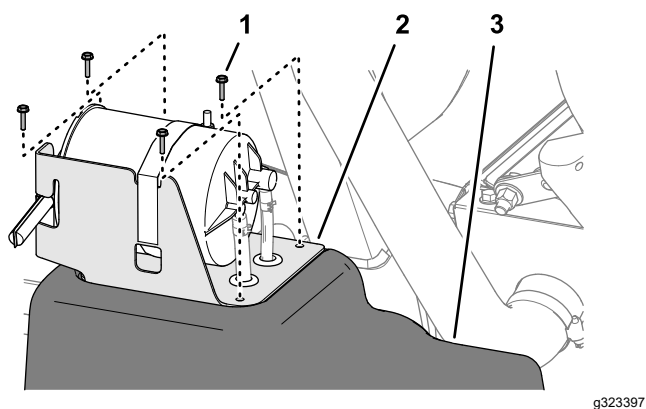

Figura 87
5. Aliniați orificiile din consola recipientului din carbon cu orificiile din rezervorul de combustibil (Figura 87).
6. Montați consola la nivelul rezervorului (Figura 87) cu cele 4 uruburi (#10 x 3/4").